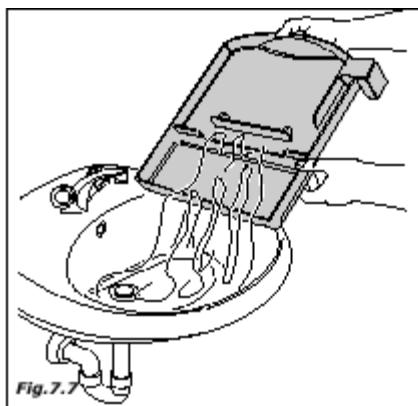

Fig. 7.7
- очистите бак для жидкого мусора и/или замените его (рис. 7.7)